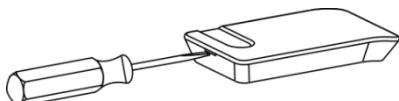

Fig. 4. La forma en que se abre la carcasa.
4. Instalación de la batería. Cuando el símbolo de la batería vacía (Fig. 3) aparece en la pantalla del teclado junto al ícono de AVA Key, las baterías necesitan reemplazo. Para ello, coloque un destornillador plano en el lugar que se muestra en la Fig. 4 y levante suavemente la carcasa. Repite esta acción en varios puntos de la línea de apertura hasta que el estuche esté completamente separado. A continuación, se retirará la placa PCB, las baterías gastadas se empujarán hacia fuera en las direcciones mostradas en la figura 3, inserte nuevas baterías (con el + arriba), coloque la placa en la parte posterior del dispositivo y cierre la caja.